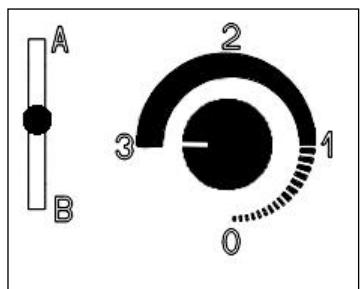
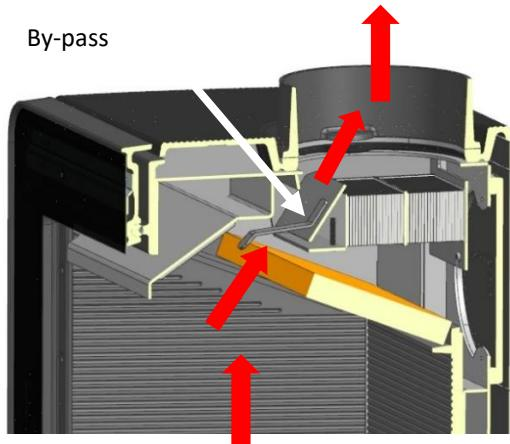

Fig. 11. Allumage et rechargeement
Fig. 20
2. Tournez le bouton de contrôle de la combustion et positionnez-le vers la gauche. Ce bouton doit être tourné manuellement ou en appuyant sur la touche «ON/HI» de la télécommande (en option). (Configuration fig. 11). Ouvrir le by-pass du système TruHybrid situé à l'intérieur du poêle sur la partie supérieure (voir Fig. 20). S'il dispose, en plus, de la régulation du tirage (en option – Fig. 10), placez-le en position ouverte.